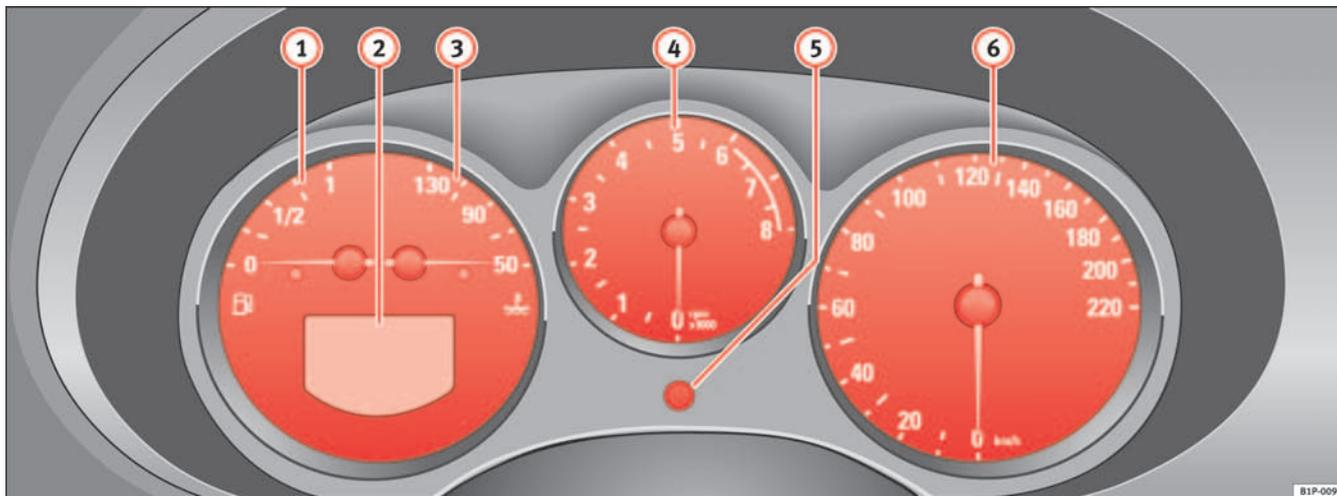

Fig. 33 Dettaglio della plancia portastrumenti: quadro strumenti
Quando la lancetta del contagiri entra nel settore rosso ⇒ pag. 58, fig. 33 , significa che il motore, rodato e caldo, ha raggiunto il numero di giri massimo per la marcia inserita. Si consiglia quindi, prima di raggiungere tale settore del contagiri, di passare alla marcia immediatamente superiore o di mettere la leva selettoria nella posizione D oppure di ridurre la velocità.
- Ruotando il pomello di regolazione ⇒ pag. 58, fig. 33  verso sinistra (fino al riscontro), si rimettono le ore. Ogni volta che si fa ruotare il pomello verso sinistra (senza tenerlo fermo in quella posizione), l'orologio va avanti di un'ora.
Quello che si trova sulla destra è il contachilometri parziale. L'ultima cifra del contachilometri parziale rappresenta le centinaia di metri. Per riazzere il contachilometri parziale si deve premere sul pomello ⇒ pag. 58, fig. 33 ⑥.